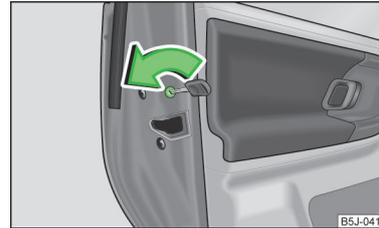

Fig. 28 Seguro para niños: puerta trasera izquierda
- Girar la ranura del seguro en el sentido de la flecha » fig. 28 (con la puerta de la derecha invertida).
- Girar la ranura del seguro en el sentido contrario al de la flecha » fig. 28 (con la puerta de la derecha invertida).